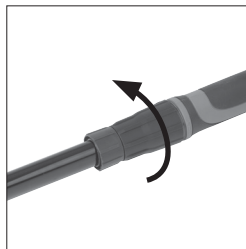

Fig. 5
- Serrez l'écrou à douille pour fixer le bras d'extension et la bague d'extrémité en positions de service. (**Fig. 5**)